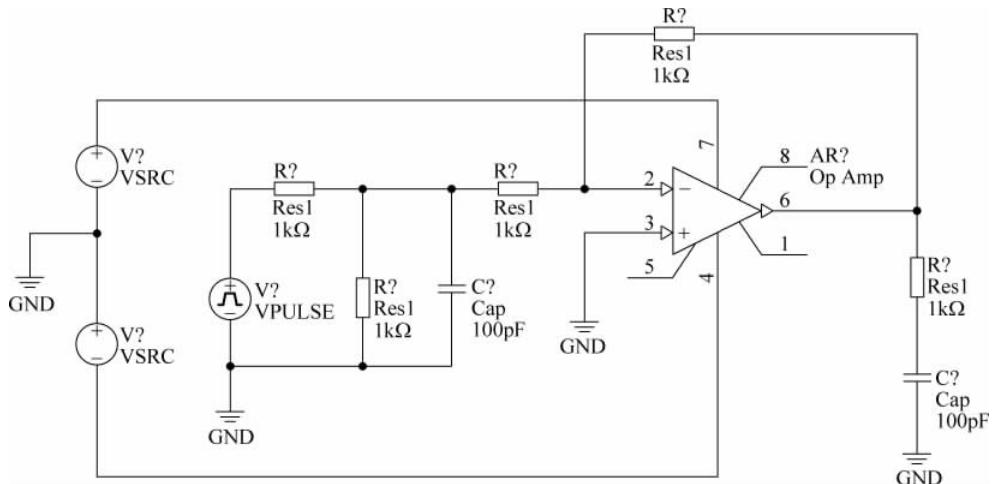

图 3-38 连接电路元器件和信号源
- (4) 单击 AD 主界面下工具栏内的连线按钮，将这些元器件和信号源按照如图 3-38 所示的方式进行连接。